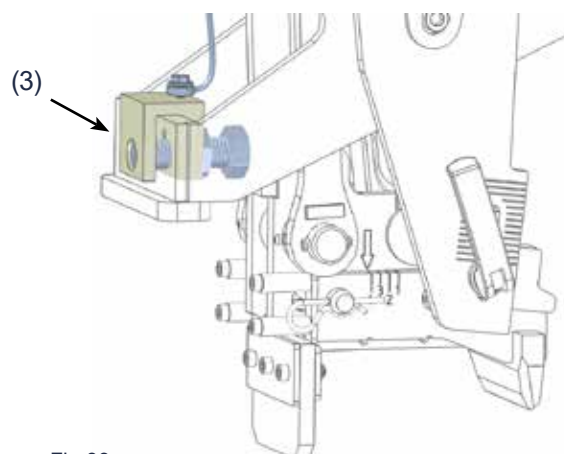

Fig 83.
1. Montera avbefästningsstålet (1) i korrekt position för aktuell räls-clips-konfiguration. Positionen anges med skalan på avbefästarstålet (2).
2. Se till att den mekaniska stoppen för avbefästning är vänd med huvudet på sexkantbulten inåt på båda sidor, (3) Fig 83.